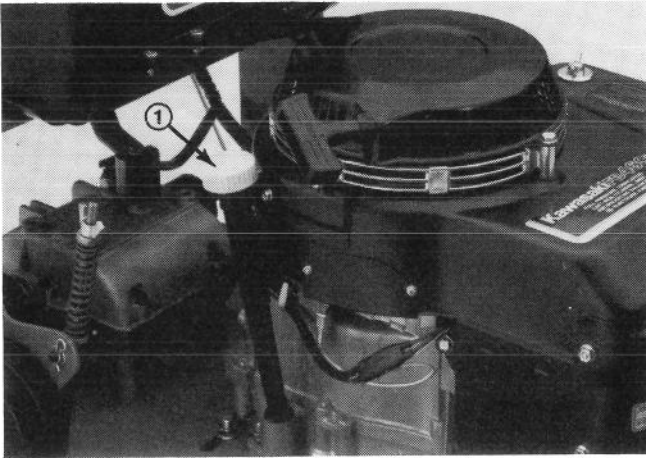

Abbildung 5
1. Mäher so stellen, daß der Motor waagrecht ist. Den Bereich um den Ölmeßstab und Deckel des Einfüllstutzens sauber abwischen (Abb. 5).